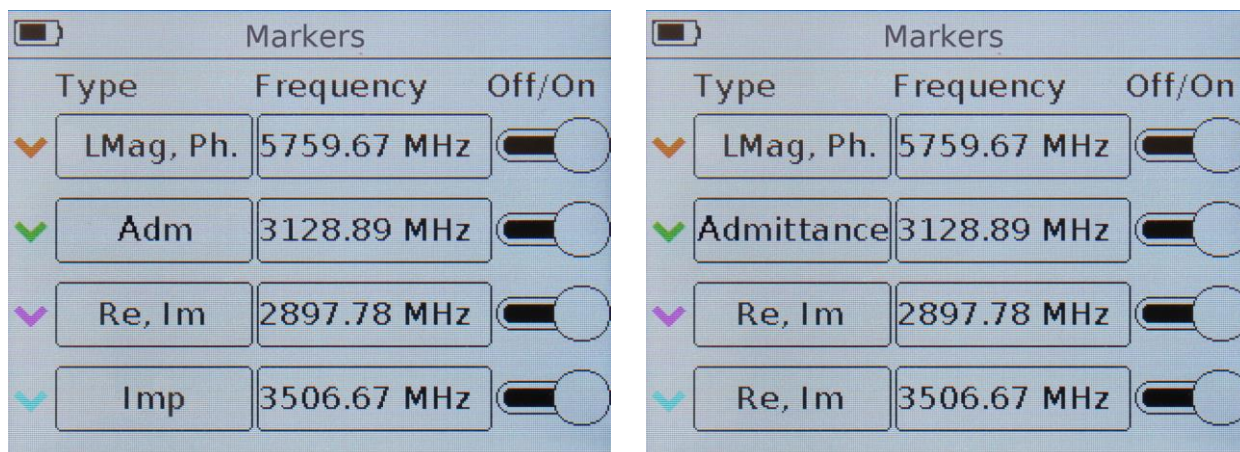

Рисунок 9.8 – Меню установки параметров выводимых на графики маркеров ARINST VR 1-6200 и ARINST VR 23-6200
9.4.5. Чтобы задать частоту, на которой будет установлен маркер, необходимо в меню маркеров (Рисунок 9.8) в столбце **Frequency** нажать на соответствующий маркер. На экране появится подменю ввода числовых значений, как на рисунке 9.10.